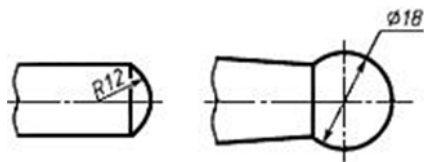

Рис. 1.18
20. В случаях, если на чертеже трудно отличить сферу от других поверхностей, наносят слово «Сфера» или знак $\circ$ (рис.1.18). Диаметр знака сферы $\circ$ равен размеру размерных чисел на чертеже.